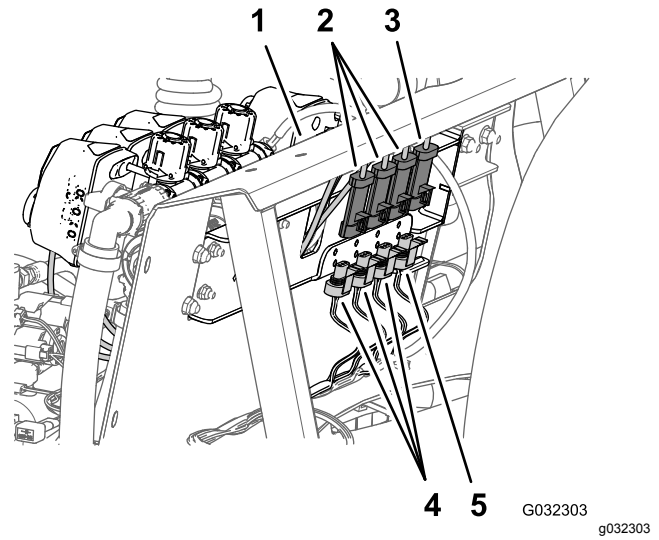

Bild 37
2. Ziehen Sie an der Rückseite der Verteilerbefestigung den 3-Buchsen-Stecker vom Rührwerkventil und die 3-Buchsen-Stecker von den drei Auslegerabschnittventilen ab (Bild 37).